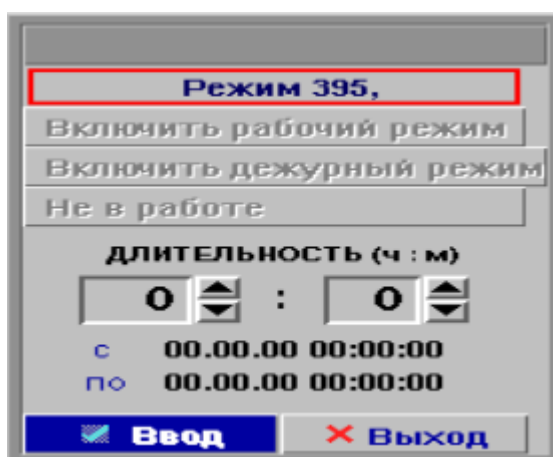

Рисунок 17 - Меню режимов установки
7.16.1 При нажатии на кнопку отображения режима на мнемосхеме (верхняя правая часть) на экране дисплея появится окно задания режима работы установки (см. рис. 17). После чего необходимо выбрать требуемый режим работы.